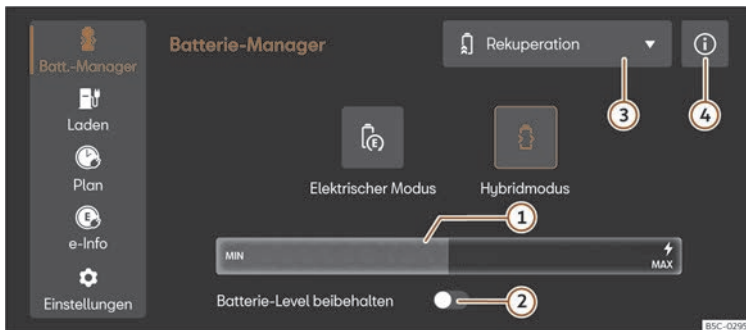

Abb. 122 Im Infotainment-System: Menü Batterie-Manager
- Wählen Sie im Infotainment-System **Elektrischer Betriebsmodus** oder **Hybrid-Modus**. Weitere Informationen zu dem Betriebsmodus finden Sie in ① >>> (Abb. 122) ④.
Legende zur >>> **(Abb. 122):**